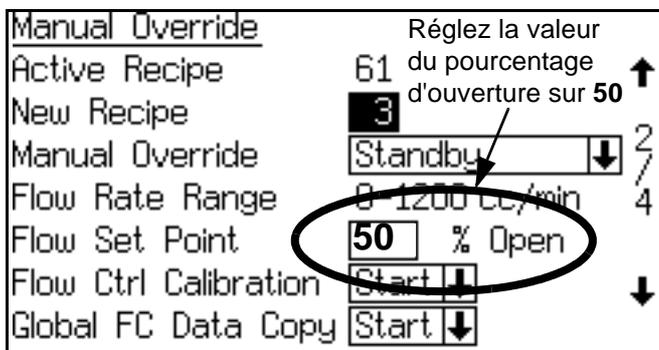

FIG. 103. Régler « % ouvert » sur 50 %.
3. Réglez la valeur du pourcentage d'ouverture sur 50. Voir FIG. 103.